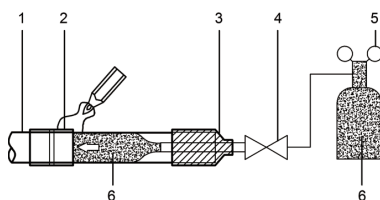

Рис. 6.3
- Если во время сварки труба заполнена азотом, необходимо снизить давление азота до 0,02 МПа с помощью клапана стравливания давления. См. рис. 6.3